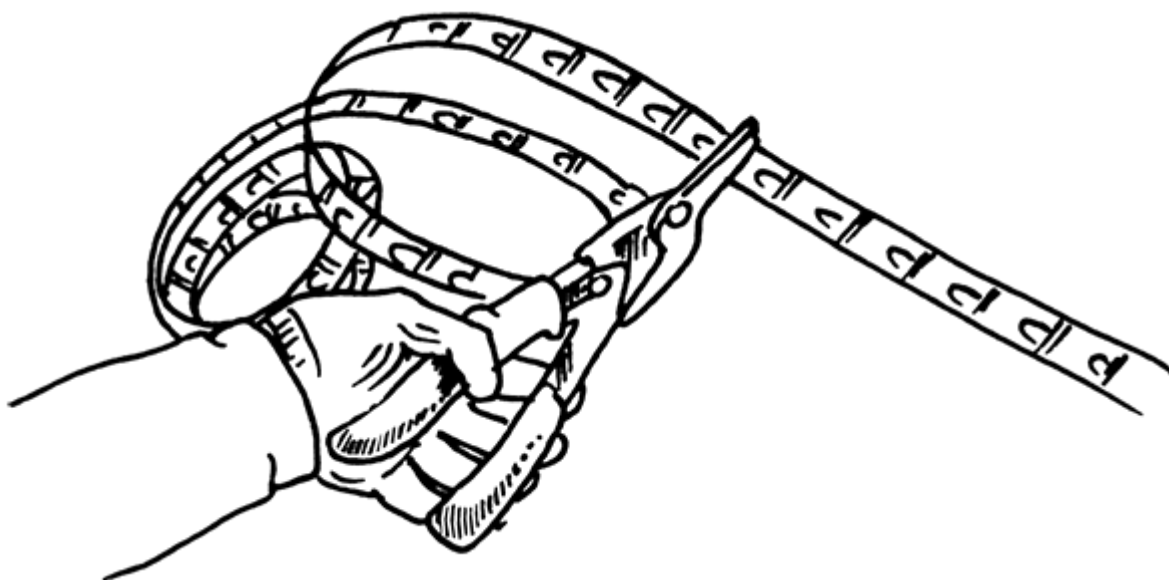

Рисунок 19. Установка монтажной ленты
2. Установка металлической сетки или монтажной ленты. Чтобы облегчить раскладку нагревательных элементов и укрепить их на поверхности пола, используют монтажную ленту, остатки ленты прикрепляют к черновому полу. Ленту располагают и закрепляют, руководствуясь схемой укладки кабеля. Она укладывается на одинаковом расстоянии друг от друга, что позволяет выдерживать шаг раскладки секции. Одновременно с лентой фиксируют алюминиевую фольгу или теплоизоляцию (рис. 19).